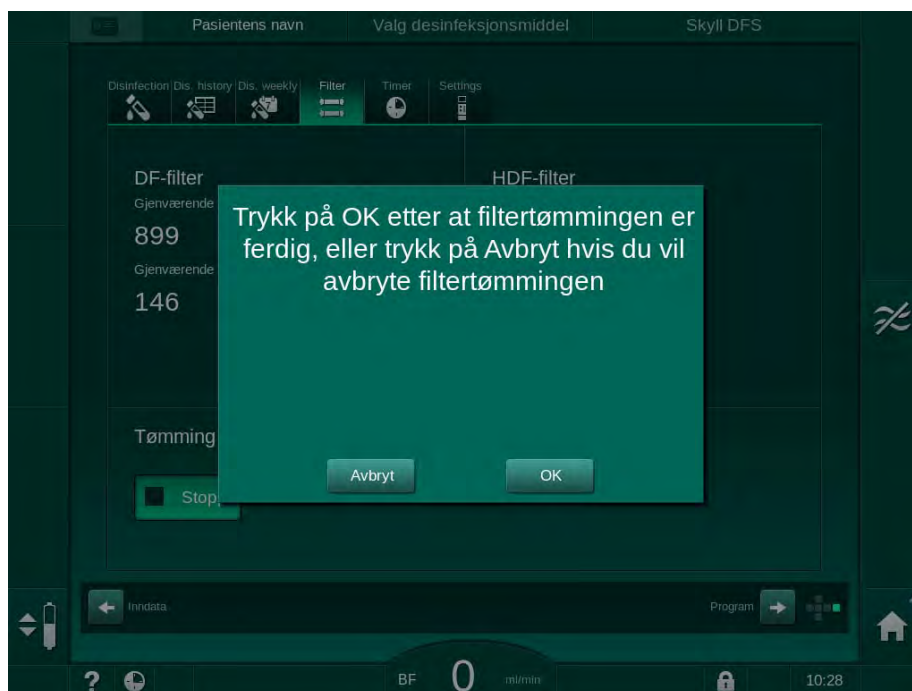

Fig. 7-3 Bekreftelsesvindu for utskifting av filter
14. Berør OK i bekreftelsesvinduet for filterutskiftning (Fig. 7-3) for å bekrefte at filtre har blitt skiftet.
16. Kontroller utsparingen i maskinsokkelen for resterende væske som har kommet ut og rengjør ved behov (se Rengjøringskontakt med fordypning og lekkasjesensor (187)).